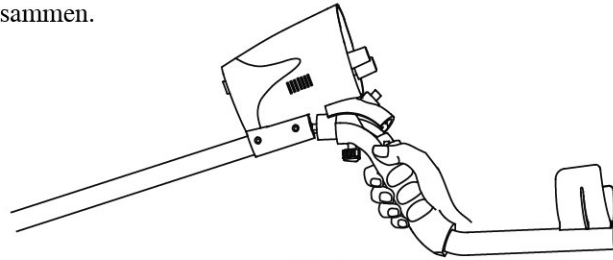

Abb.1
1. Richten Sie das runde Plastikteil auf dem Griff mit der runden Einkerbung an der Unterseite des Schaltkastens aus (Abb. 1). Drücken Sie beide Teile fest zusammen.